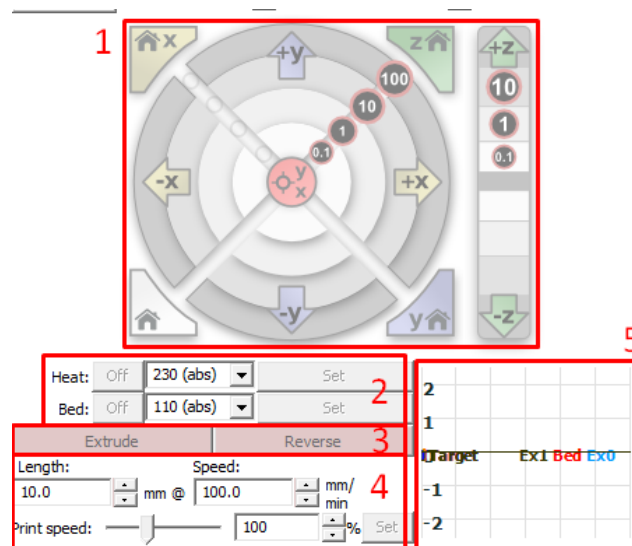

Рис. 3.3 Панель робот з принтером.
3. Тепер розглянемо, як через програму керувати принтером за допомогою панелі Рис. 3.3